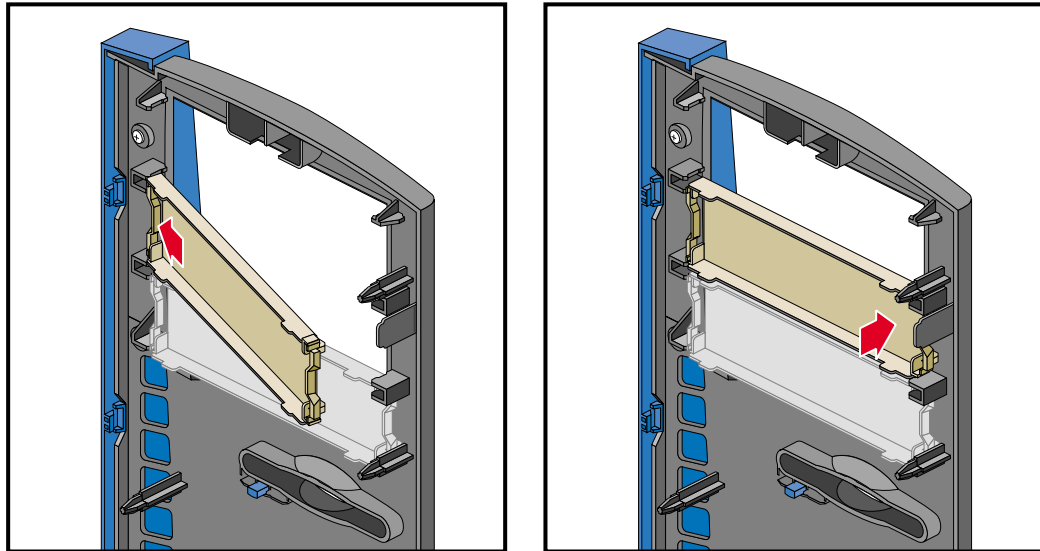

Abbildung 2-10 Installieren einer Blendenplatte in der Frontblende
- Wenn Sie eine Blendenplatte installieren wollen, setzen Sie ein Ende der Blendenplatte in die Haltekerben ein und drücken das andere Ende ein, bis die Platte einrastet. Abbildung 2-10 veranschaulicht das Vorgehen.